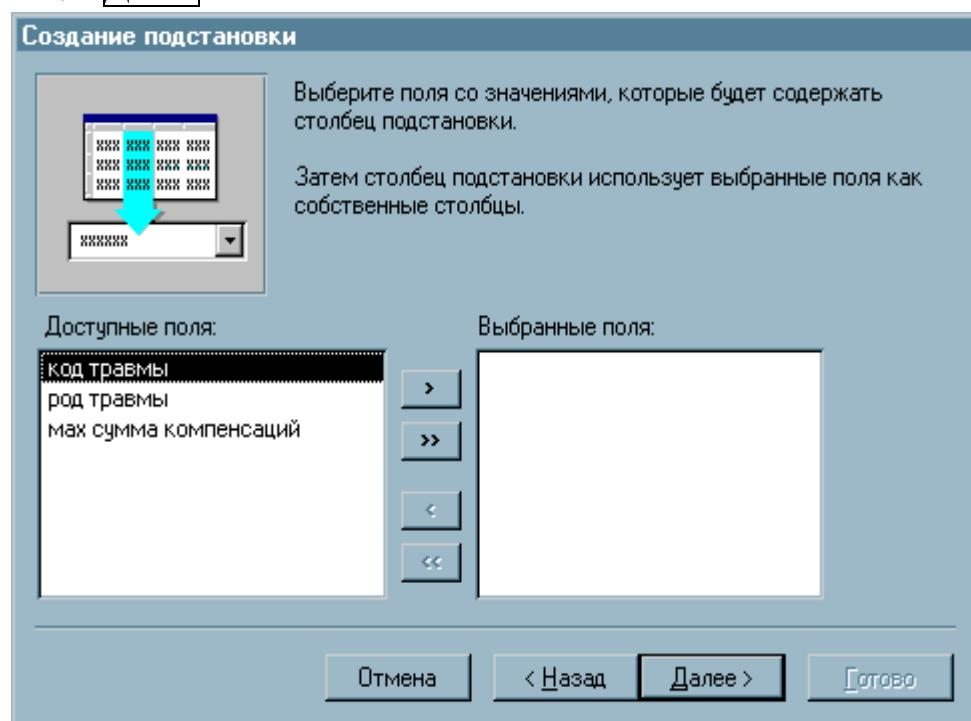

Рис. 2.5 – Вікно вибору полів-джерел в Майстрі Підстановки
5. У вікні, що з'явилося (рис. 2.5), необхідно помітити спочатку ключове поле (для нашого приклада, поле *Код\_травми*) і натиснути кнопку **>**. А потім виділяти поля, що пояснюють ключове поле (для нашого приклада, поле *Род\_травмы*) і кнопкою **>>** поміщати їх у праву частину, а потім клацнути по кнопці **Далее**.